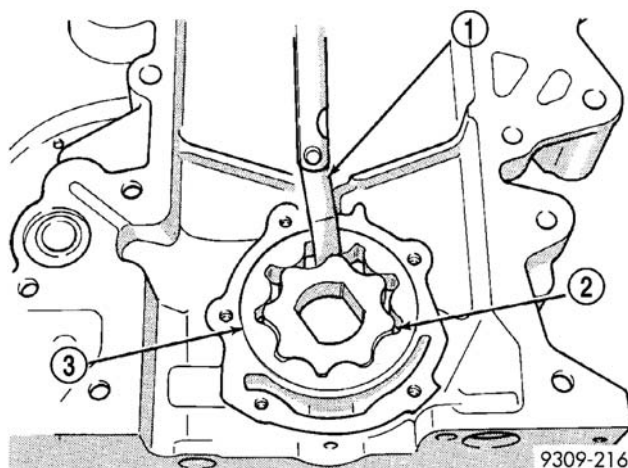

图 116 测量转子之间的间隙
- （6）安装内转子至链条箱外盖。若外转子与内转子之间的间隙（图 116）为 0.203mm (0.008in.) 或更高，则更换两个转子。